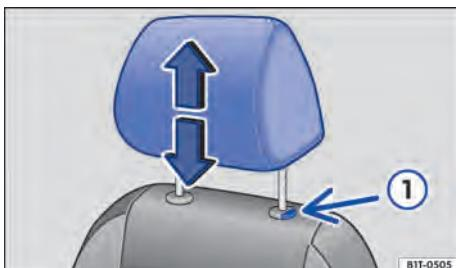

Fig. 41 Ajustar o apoio para cabeça.
- Empurrar o apoio para cabeça para cima na direção da seta ou para baixo com o botão  pressionado → Fig. 41 ① pressionado → .